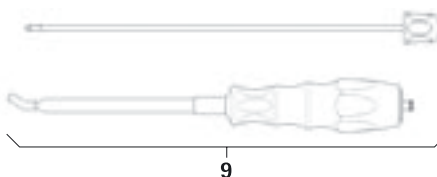

Fig. 4
- Smontare lo strumento inseritore per barre **9**, vedere Fig. 4: svitare la parte interna.